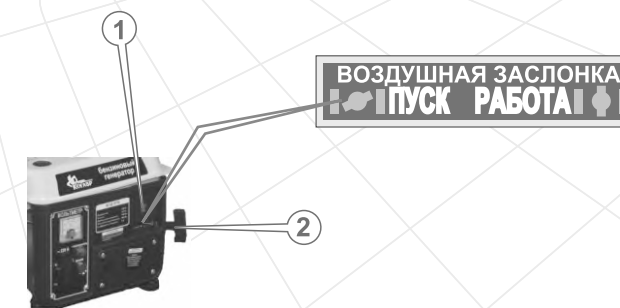

Рисунок 3
2. В том случае, если осуществляется запуск холодного двигателя или если температура воздуха ниже +15 °С, закройте воздушную заслонку карбюратора, переместив рычаг заслонки до упора влево в положение «ПУСК» (см. рис. 3). При таком положении воздушной заслонки происходит обогащение топливной смеси в карбюраторе, что обеспечивает более легкий запуск двигателя. При запуске теплого двигателя или когда температура воздуха выше +15 °С обогащение топливной смеси, как правило, не требуется. В том случае, когда двигатель успел частично остыть, может потребоваться частичное обогащение топливной смеси – частичное открытие воздушной заслонки карбюратора.
3. Установите клавишу «Вкл/Выкл» (1) в верхнее положение «I» («On») (см. рис. 3).
4. Возьмитесь за ручку стартера (2) (см. рис. 3) и медленно потяните ее до тех пор, пока не почувствуете сопротивление, это – момент сжатия.
- Как только двигатель прогреется, прекратите подачу обогащенной топливной смеси. Для этого рычаг воздушной заслонки карбюратора (1) (см. рис. 3) переместите до упора вправо в положение «РАБОТА». Изменение положения воздушной заслонки осуществляйте плавно, чтобы не остановить двигатель обедненной топливной смесью.
- Установите клавишу «Вкл/Выкл» (1) в верхнее положение «О» («Stop») (см. рис. 3).